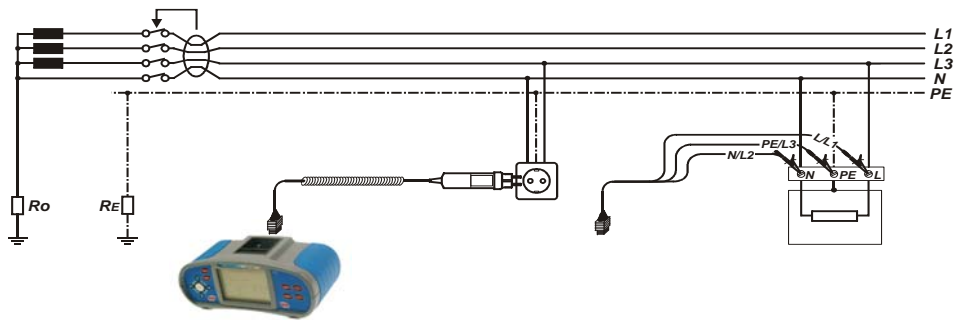

Abb. 5.12: Anschluss des Taster-Steckers und Universalprüfkabels
- Schließen Sie die Prüfleitungen an die zu prüfende Anlage an (siehe Abb. 5.12).
- Schließen Sie die Prüflitungen an die zu prüfende Anlage an (siehe Abb. 5.12).
<ul style="list-style-type: none"> <input type="checkbox"/> Wählen Sie die RCD-Funktion. <input type="checkbox"/> Stellen Sie Unterfunktion AUTO ein. <input type="checkbox"/> Stellen Sie Prüfparameter (falls notwendig) ein. <input type="checkbox"/> Schließen Sie den Prüfkabel an das Instrument. <input type="checkbox"/> Schließen Sie die Prüfspitzen an die zu prüfende Anlage an (siehe Abb. 5.12). <input type="checkbox"/> Drücken Sie die TEST-Taste. 	Beginn der Prüfung